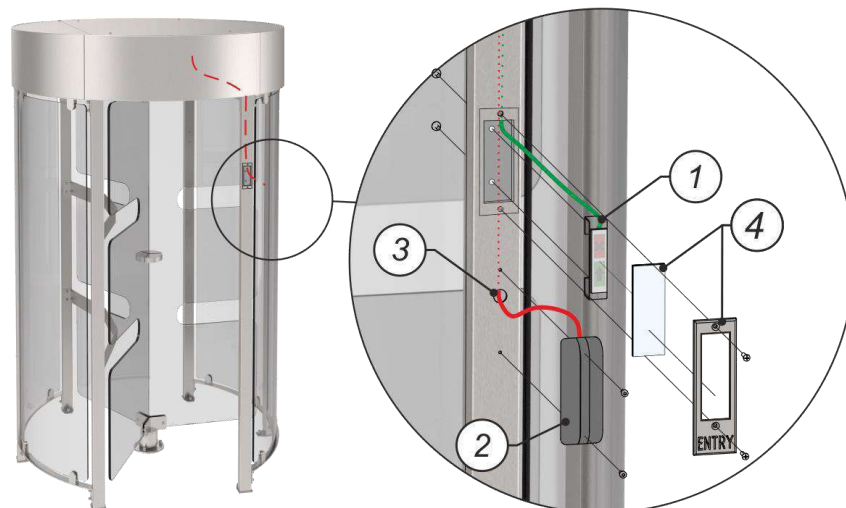

Рис.15 - Встановлення зчитувача безконтактних карт та табло індикації
- Зробіть отвори **3** в торці стінки (див. рис. 15) проходу (біля табла індикації), за розміром відповідно до обраного замовником зчитувача **2**. Протягніть кабель до контейнера, закріпіть зчитувач на стійці та підключіть;